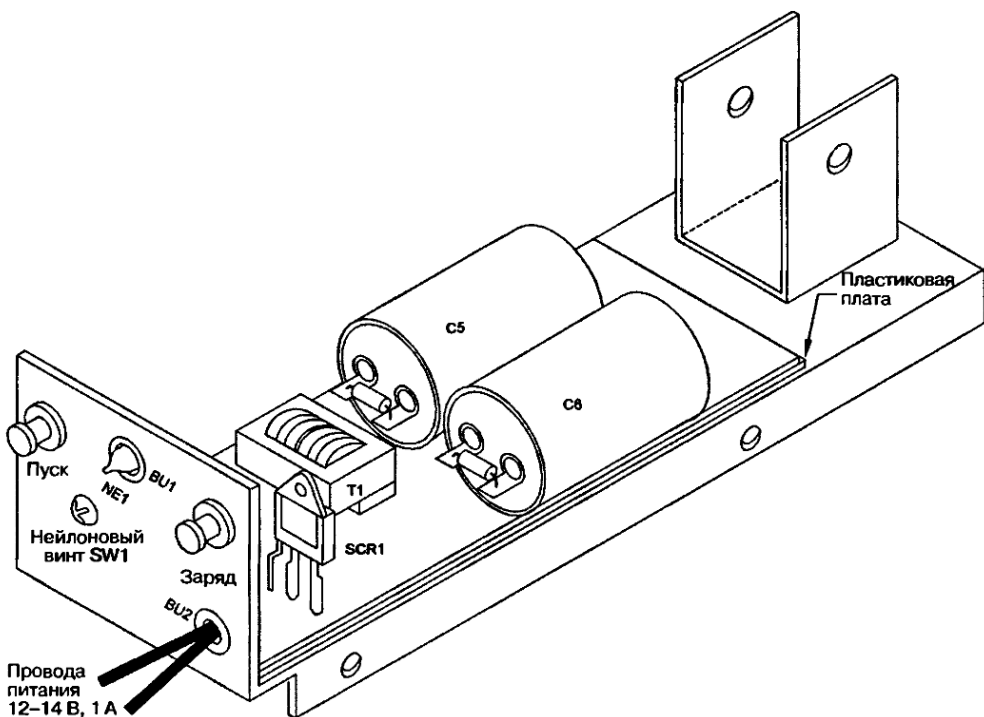
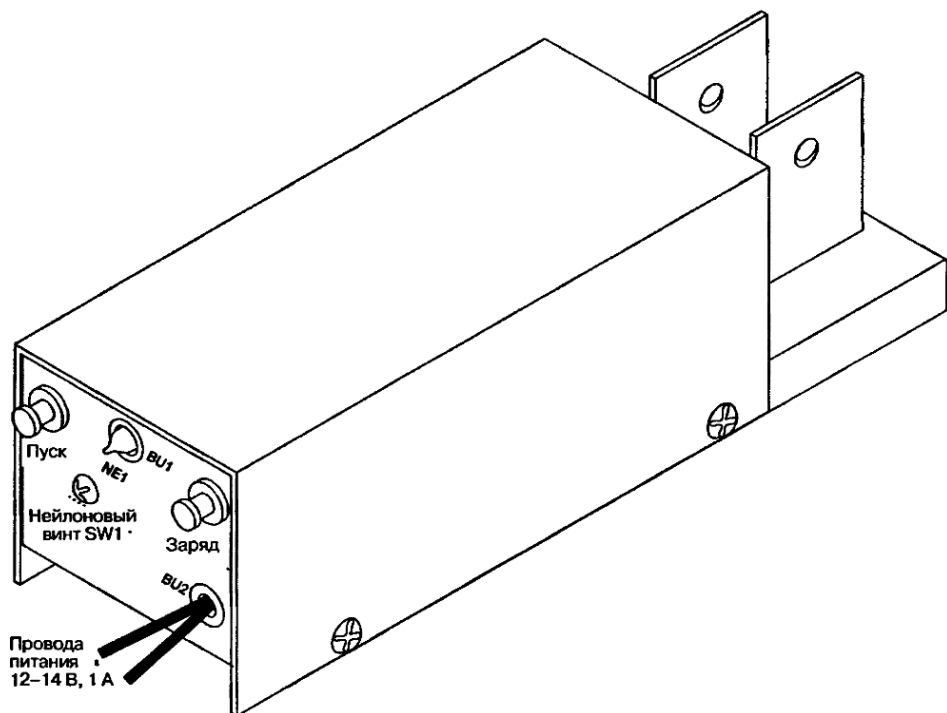

Рис. 2.7. Устройство в сборе без крышки
Рис. 2.8. Общий вид устройства в сборе
| COVER | | Крышка. Изготовлена из тонкого пластика или алюминия, как показано на рис. 2.8 | |
5. Общий вид устройства в сборе без крышки показан на рис. 2.7, а с закрытой крышкой – на рис. 2.8. Обратите внимание на правильную установку транзистора Q1 с использованием изолирующей слюдяной прокладки (см. рис. 2.3), чтобы Q1 не выходил за габариты крышки и не касался ее.